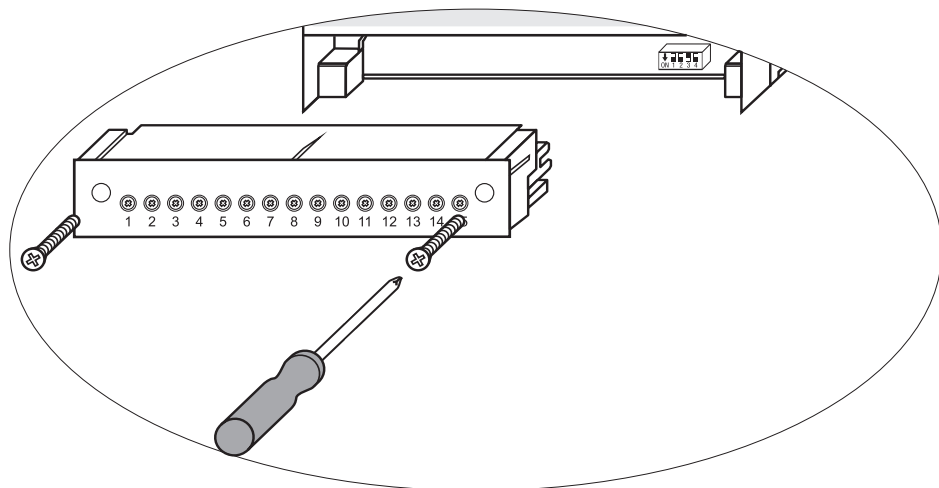

Fig. 47
- Svitare le viti di fissaggio di destra e di sinistra. Vedere Fig. 47